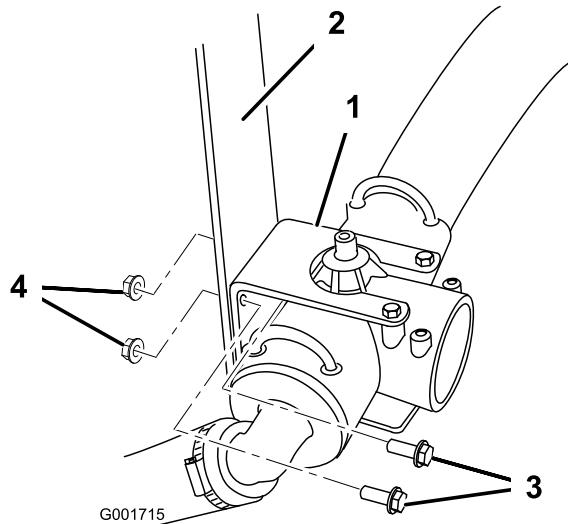

図 8
2. マルチプロ 1200 のみ：送液 T 字フィッティング上部の緑色のチューブ・フィッティングから赤い水圧計用チューブを外す(図 8)。
3. 送液 T 字フィッティングの取り付けブラケットを車体に固定しているボルト(2本)とナット(2個)を外す(図 8)。ボルト・ナットは後で使用する。